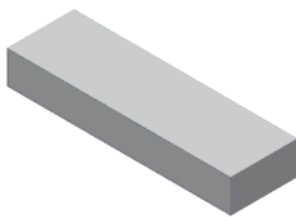
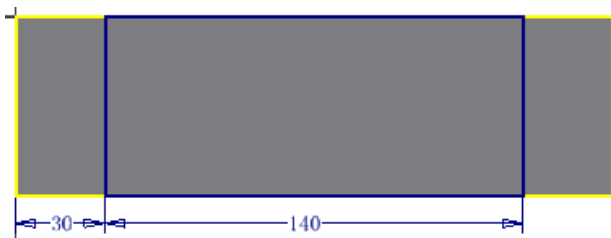

图 7-24 拉伸生成零件基座部分
图 7-25 支撑部分的拉伸草图
退出草图环境，进入零件特征环境下。单击【三维模型】标签栏【创建】面板上的【拉伸】工具按钮，选择步骤02中绘制的矩形作为拉伸截面轮廓，设置拉伸量为30，单击【确定】按钮完成拉伸，形成零件基座部分，如图7-24所示。
①在步骤03中拉伸出的长方体的长200、宽60的表面上新建草图，进入草图环境后，单击【草图】标签栏【绘图】面板的【矩形】工具按钮，绘制如图7-24所示的矩形，注意矩形的两条长边与步骤03拉伸得到的矩形的长边在草图中的投影重合。选择【尺寸】工具为其添加尺寸标注，如图7-25所示。